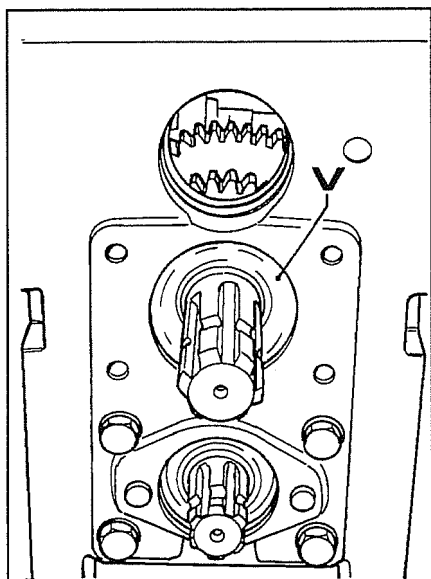

Fig. 16
6. Retirar o anel pára-óleo **V** fig. 16 da parte posterior do carter e o anel elástico Seeger que se encontra por baixo.